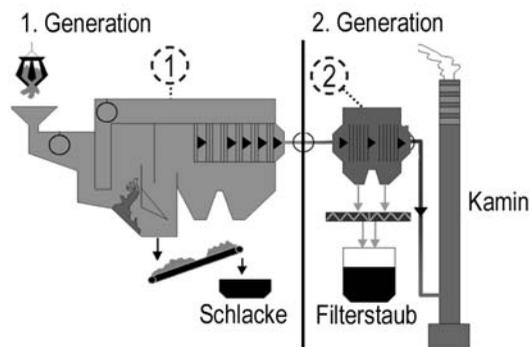

Abb.2: Abb. 2: Schematisierte Darstellung einer Kehrichtverbrennungsanlage (1: Verbrennungsanlage, 2: Elektrofilter)
Das Hauptziel der Verbrennungsanlagen 1. Generation war die Kehrichtverbrennung. Dabei wurden im Gegensatz zur 2. Generation noch keine Abluftfilter eingesetzt. Das primäre Ziel war es die Abfälle in einen „gesteinsähnlichen“ Zustand (Schlacke) zu bringen. Die Verbrennungsgase wurden in der Regel durch Wassereinspritzung im Kühlturm abgekühlt und anschliessend in die Atmosphäre abgegeben. Die KVA Buchs hatte jedoch seit Beginn nebst zwei Ofenlinien auch einen Elektrofilter (siehe Abb. 2; (2)), welcher das Rauchgas zu 99% entstaubte. 1973 durfte laut den gesetzlichen Verordnungen der Gesamtgehalt der Staubpartikel im Rauchgas nicht mehr als 100 Milligramm pro Kubikmeter sein. Dies war mit dem Elektrofilter gut einhaltbar. Eine Einrichtung zur Aussonderung der im Rauchgas enthaltenen flüchtigen Schadstoffe war nicht vorhanden.